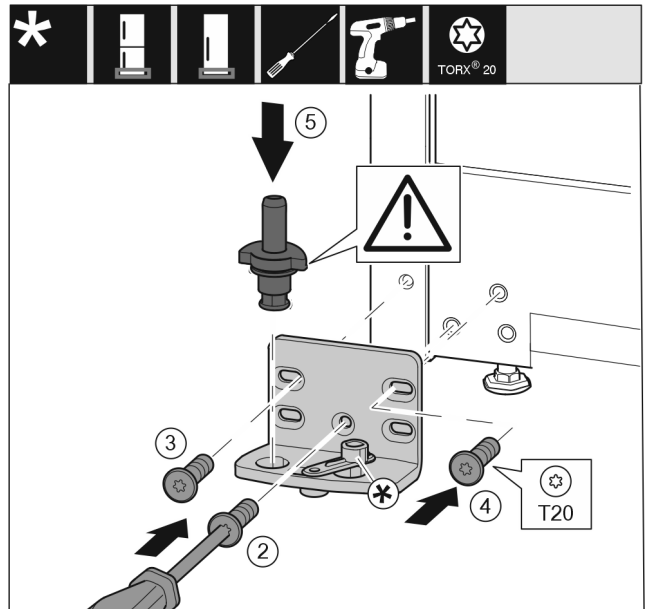

Fig. 18
- ▶ 将托架安装到另一侧，并借助螺丝刀旋紧。用螺钉 Fig. 18 (2) 从底部的中心开始。
- ▶ 拧紧螺钉 Fig. 18 (3) 和螺钉 Fig. 18 (4)。
- ▶ 将轴承螺栓 Fig. 18 (5) 完全装入。同时注意止动凸轮需指向后方。